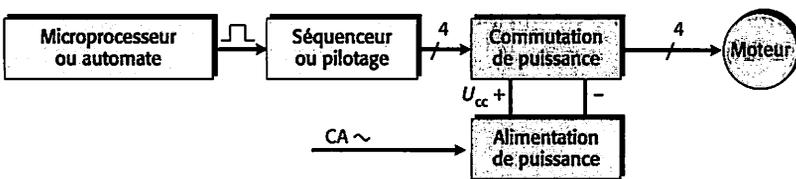

Fig. 22 : Commande d'un moteur pas à pas.
b) Circuit de commande (fig. 22)